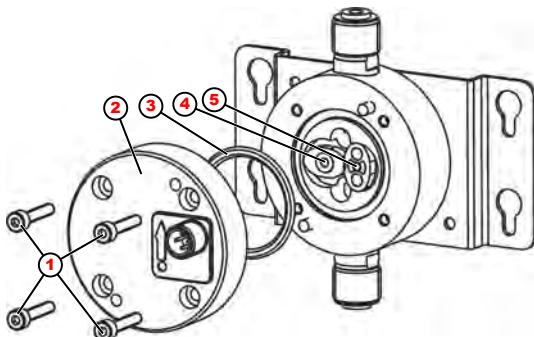

Fig. 21 : Entretien
- 1.** Desserrez les 4 vis (Fig. 21 , point 1) du compteur à roues ovales.
- 2.** Enlever le couvercle (Fig. 21 , point 2).
- 3.** Retirer les deux roues ovales (Fig. 21 , point 4 + point 5) et les nettoyer ou les remplacer.
Il est recommandé de remplacer systématiquement le joint torique d'étanchéité (Fig. 21 , point 3) entre le couvercle et le boîtier.